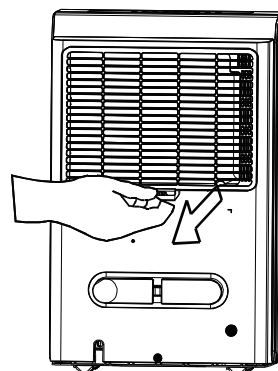

Fig. 14
- Aby wyjąć filtr, wyciągnąć go na zewnątrz (Patrz Rys. 14).